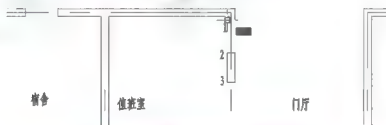

图 3.54 指定第二条尺寸界线原点
② 在指定第二条尺寸界线原点: 提示下, 捕捉图 3.54 所示的门洞口左上角点 (1 处), 作为线性标注的第二条尺寸界线的起点。